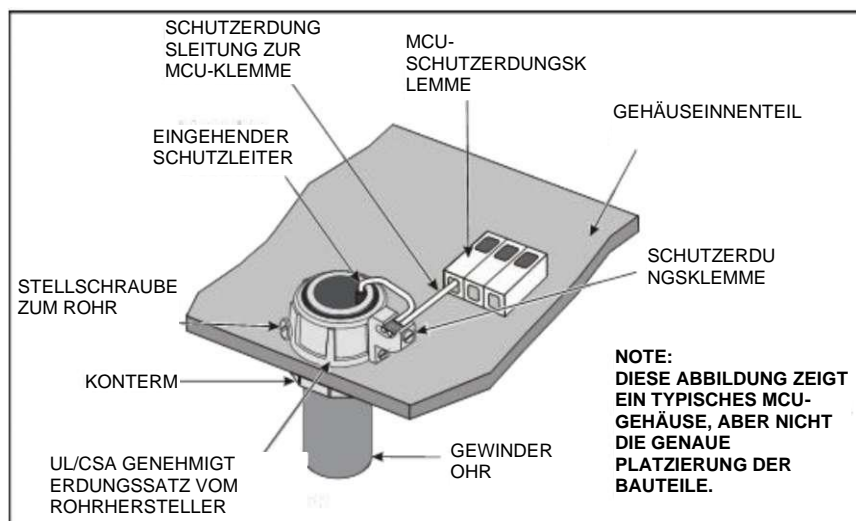

Abbildung 40: Installation von Metallrohren
Das Metallrohr muss an einen eingehenden Erdungsdraht mit einer Stärke geerdet werden, die mindestens so groß ist wie der maximale Versorgungspegel, der in das Gehäuse eintritt. Wie in Abbildung 40 gezeigt, wird das Metallrohr an den Erdungssatz für das Rohr angeschlossen und mit der Sicherungsmutter und der Klemmschraube gesichert. Sowohl der eingehende Schutzerdungsdraht (PE) als auch ein Draht vom PE-Anschluss der MCU müssen an die Schutzerdungsklemme angeschlossen und sicher befestigt werden.